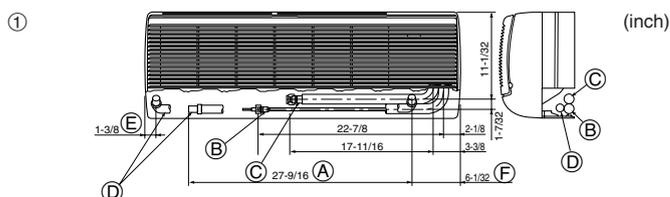
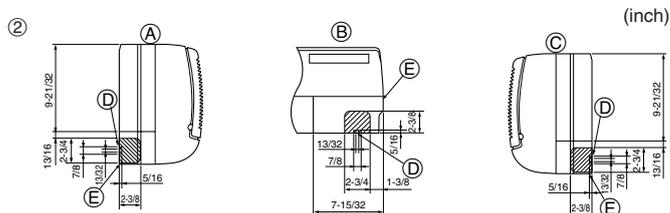
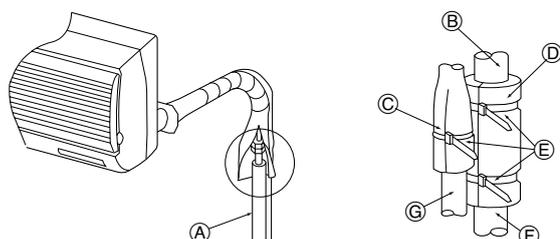

Fig. 4-2
Fig. 4-3
Fig. 4-4
① Posición de los tubos del refrigerante y de drenaje (Fig. 4-2)
- (A) Longitud total de la manguera flexible
- (B) Tubería de líquido
- (C) Tubería de gas
- (D) Manguera de drenaje
- (E) Tubería del lado izquierdo
- (F) Tubería del lado derecho
② Determine la posición de los agujeros ciegos en la unidad. (Fig. 4-3)
- (A) Tuberías del lado izquierdo
- (B) Tuberías inferiores
- (C) Tuberías del lado derecho
- (D) Orificio pasante para el cable del controlador remoto
- (E) Caja lateral
4.4. Trabajo de instalación de la tubería del refrigerante (Fig. 4-4)
- Envuelva la tapa ③ que está colocada en el tubo de gas y asegúrese de que la unión de la conexión no quede visible.
- Utilice las cintas que se proporcionan ④ para apretar ambos extremos (15–20 mm, 19/32 a 25/32 inch) de cada tapa de tubo ③.
- (A) Tubo de refrigerante y aislante (disponibles a través de su proveedor local)
- (B) Tubo de gas de la unidad
- (C) Tubo de líquido de la unidad